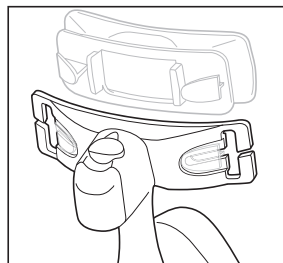

Figure 7
2. **Cale frontale** - Faites coulisser pour retirer du rail du support à cale frontale (figure 7).